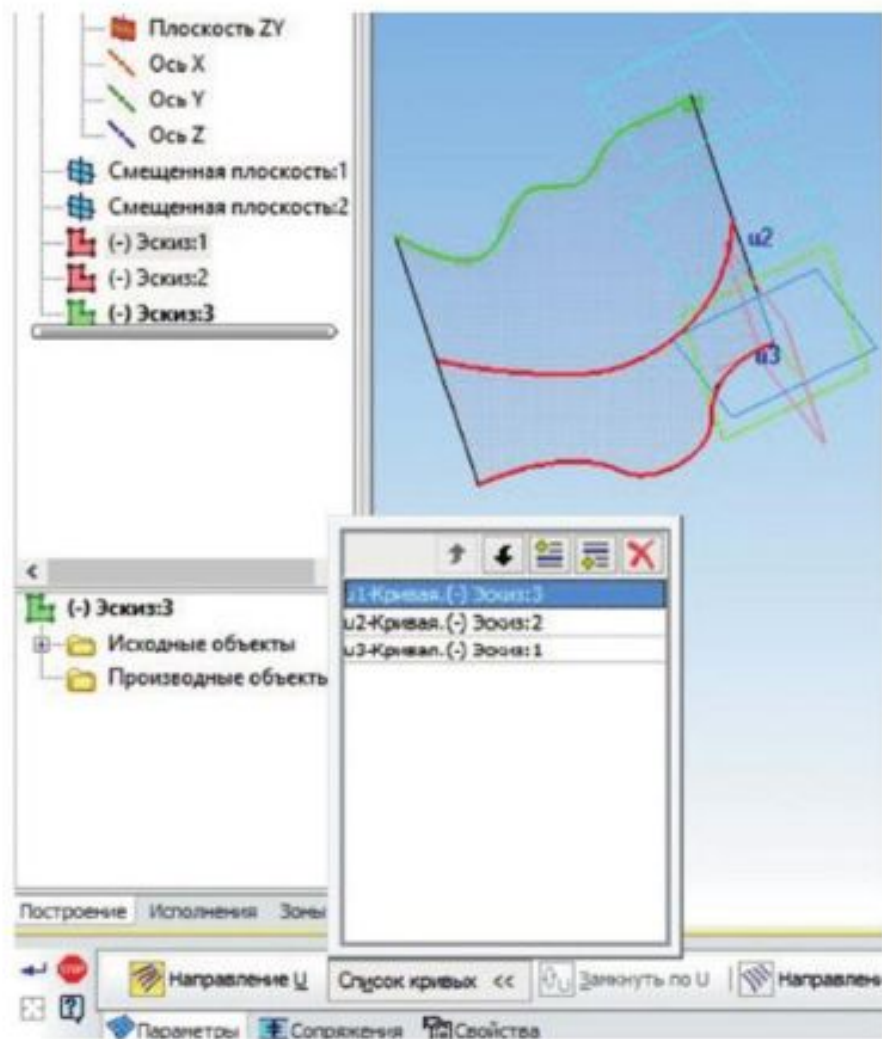

Рисунок 6.17 Указание кривых для выполнения операции
4) На панели инструментов *Поверхности*  выбрать команду *Поверхность по сети кривых* . В панели *Свойств* указать кривые для операции (рисунок 6.17). Результат операции показан на рисунке 6.14.